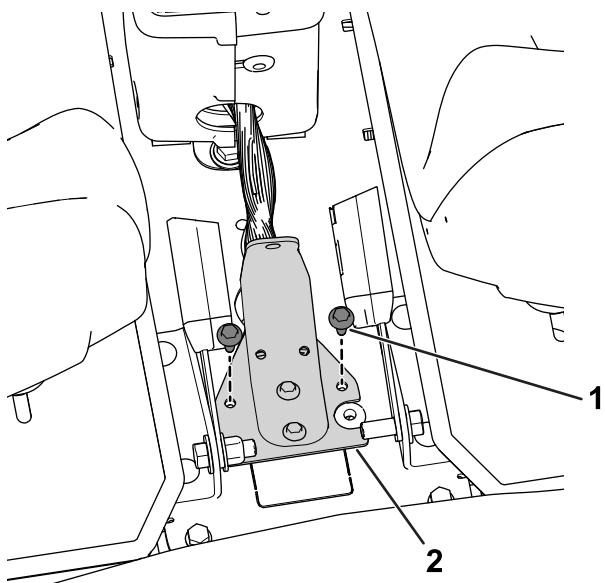

図 31
3. 先ほど外したboltを使って、ハーネスベースをコンソールに固定する図 31。